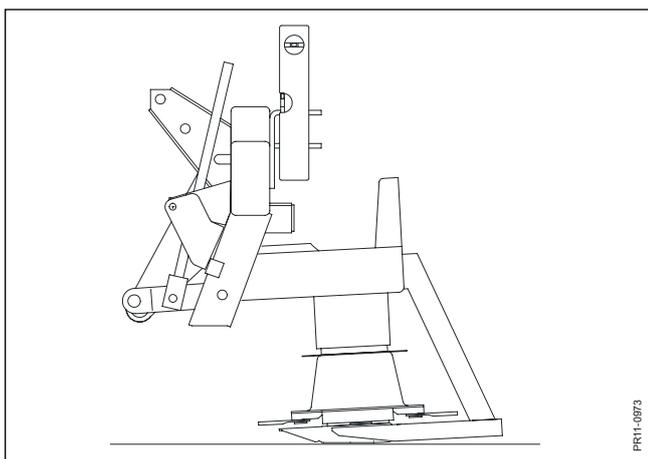

Рис. 3-8
- Рис. 3-8** На заводе машина настроена так, чтобы высота среза была наименьшей, когда башня находится вертикально относительно машины в рабочем положении.
NB: Неровную высоту среза или неравномерное передвижение по полю можно выровнять, если отрегулировать машину как показано на Рис. 3-8.